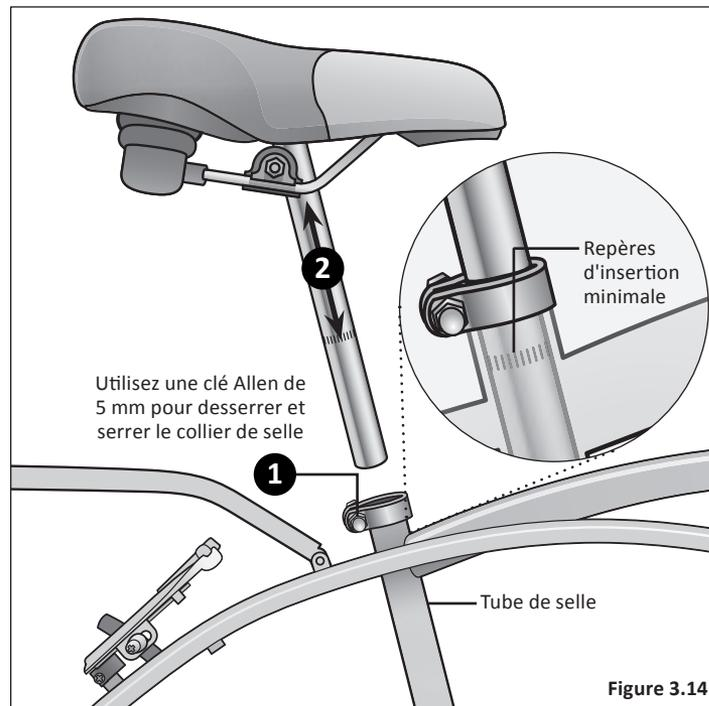

Figure 3.14
- ❶ À l'aide d'une clé Allen de 5 mm, desserrez le boulon de serrage de la selle et insérez la tige de selle dans le tube de selle. **Figure 3.14**
- ❷ Ajustez la hauteur de la selle jusqu'à ce que le cycliste sente qu'il a le contrôle du vélo et soit à l'aise.